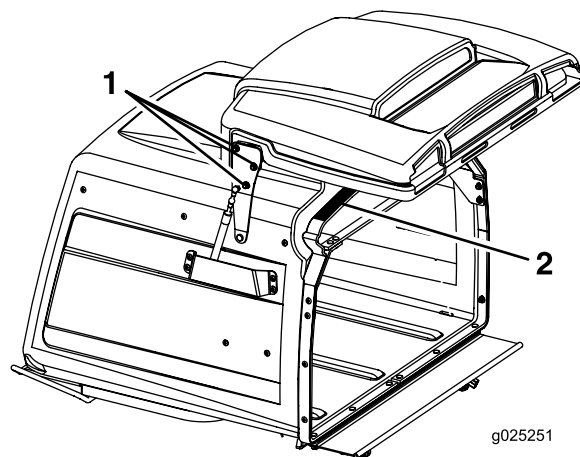

Figura 66
3. Desaperte as seis porcas das dobradiças da porta (Figura 66).
4. Abra a porta e coloque um elástico de borracha de 9,5 mm ou um tubo de 3/8 pol. de diâmetro entre o dispositivo de recolha e a porta do dispositivo de recolha (Figura 66).